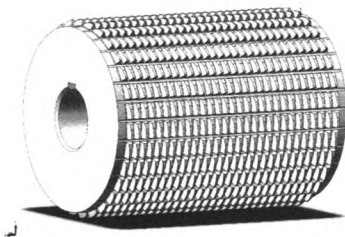

图6 成形整体式齿轮铣刀
(3) 整体成形齿轮铣刀法加工齿形：原来利用单片成形齿轮铣刀铣齿或用电火花线切割割齿，效率都不高。因为该齿条的模数才 1.5 mm，29 齿一起加工的话，其受力也是不大，普通铣床的功率是足够的；所以，我们专门订制了一把如图6所示的整体式成形齿轮铣刀，并且设计了相应的夹具，一次可以装夹 10 条齿条轴坯，此工艺省去了分度齿距的操作和可以多条一起加工，效率大大提高。